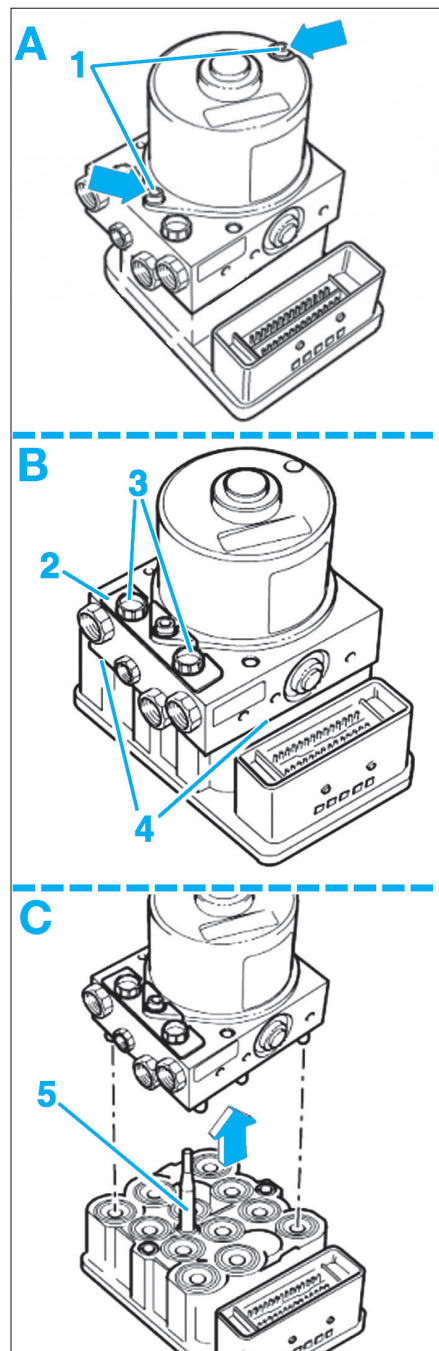

Fig. 18
- Déposer les vis de fixation de la pompe hydraulique (1), à l'aide d'une douille Torx E5 (Fig.18).